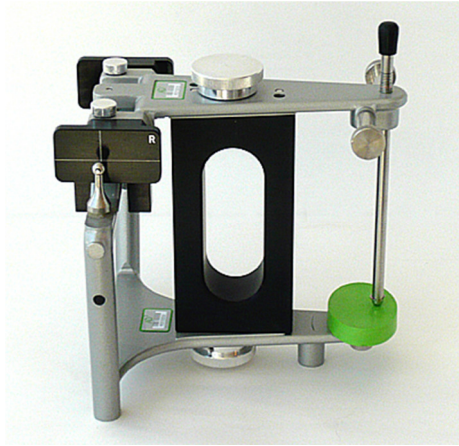

Fig. 18. MCD
El MCD (Fig. 18) es un aparato que tiene por función registrar la posición del cóndilo con respecto a RC, en los tres sentidos del espacio, al momento en que las piezas dentarias se encuentran en Máxima Intercuspidación (MIC) u Oclusión Céntrica (OC).